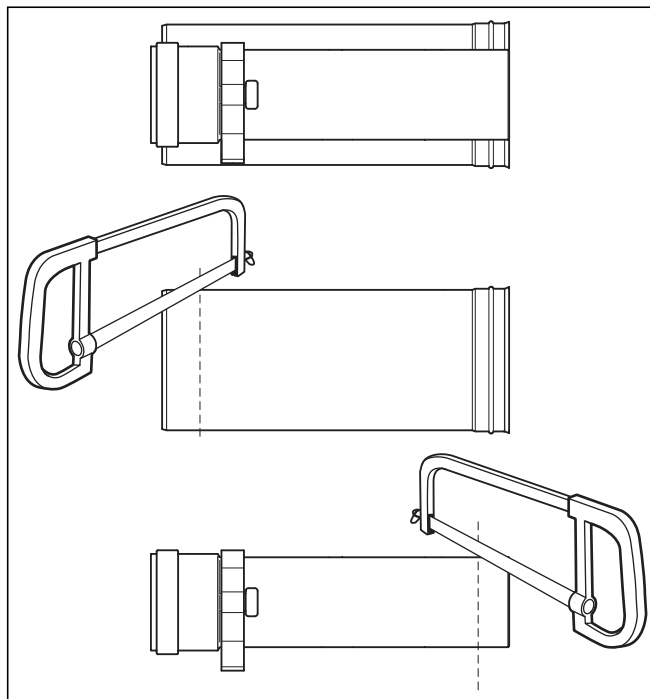

Рис. 6.26 Укорачивание удлинителя
Укоротите трубу отходящих газов и наружную трубу со стороны противоположной расположению муфты (рис. 6.26).
- Снова задвиньте трубу отходящих газов в наружную трубу, как это показано на рис. 6.26.